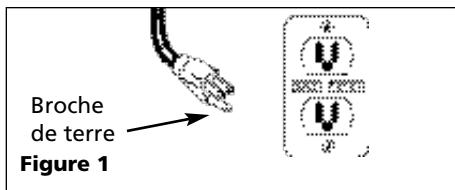

Figure 1
11. Cet équipement est conçu pour un circuit de 120 v (monophasé) et est équipé d'un cordon approuvé à trois conducteurs et une fiche de terre à trois broches telle qu'indiquée dans la Figure 1.